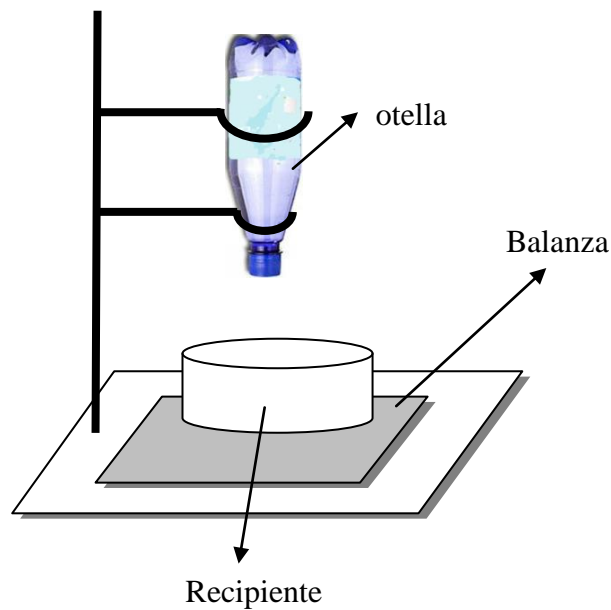

Figura 1
- e) Coloque la botella con la tapa hacia abajo en el pie porta botella (ver Figura 1).